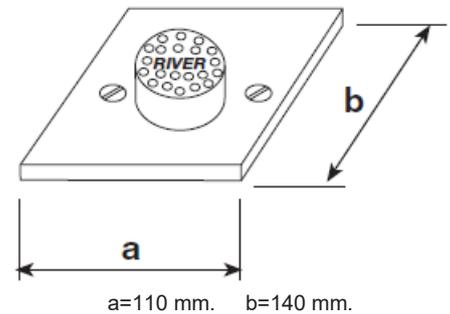

Fig.1
- Regolare la portata desiderata mediante il regolatore (fig.1)